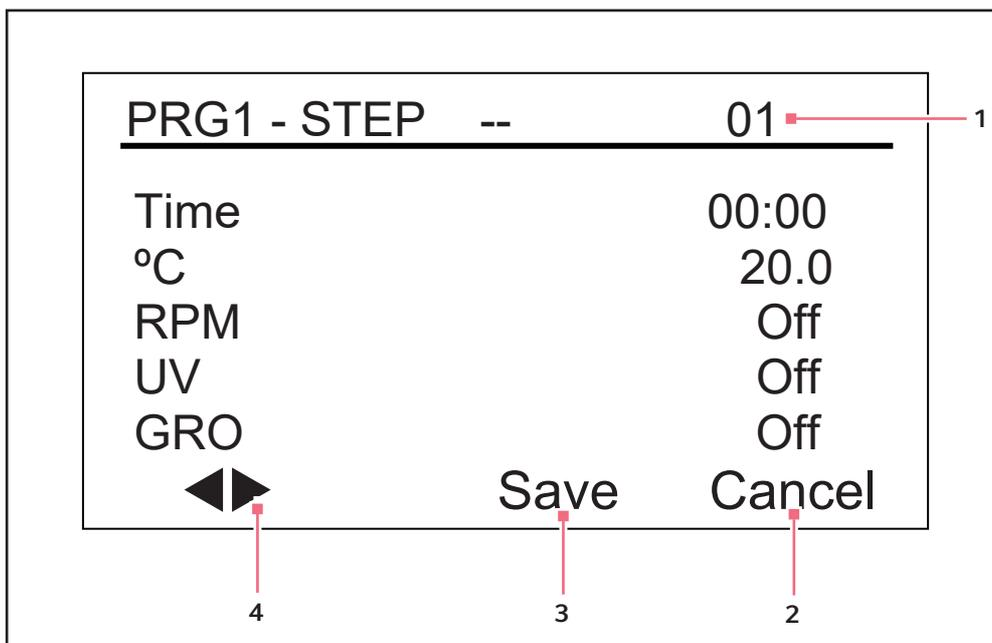

Fig. 9-11: Program 1, Step 1
2. Tourner le bouton jusqu'à apparition du champ *New*. Cliquez sur le bouton pour activer ce mode. L'écran du programme 1 - étape 1 s'ouvre(voir Fig. 9-11 à la page 62):
5. Tourner le bouton pour sélectionner le réglage de la température en °C (20.0 dans l'exemple d'écran, (voir Fig. 9-11 à la page 62)), puis cliquer sur le bouton. Le champ se met à clignoter.